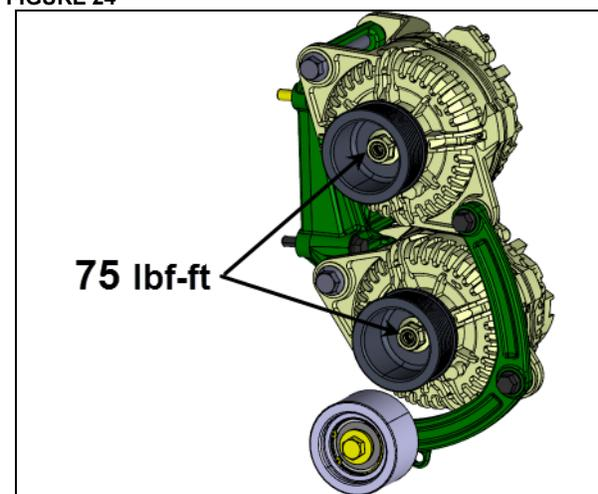

FIGURE 25
13. Monter la poulie sur les alternateurs (FIGURE 25). Utiliser du Loctite 243 bleu sur les filets. Serrer l'écrou de fixation de la poulie à un couple de 75 lbf-pi (se reporter au début de ce document pour plus d'informations concernant les outils spéciaux).